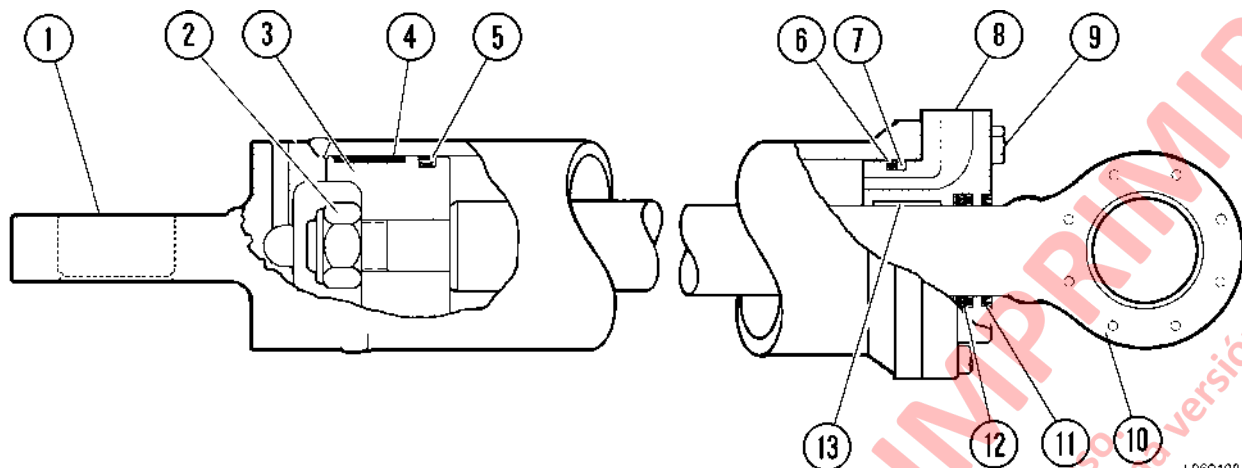

FIGURA 6-7. CONJUNTO DEL CILINDRO DE DIRECCION
1. Retire los pernos (9, Figura 6-7) y saque el vástago (10) y el casquillo (8) de la caja del cilindro (1).
2. Saque la tuerca de seguridad (2) y el pistón (3). Saque el rodamiento del pistón (4) y el sello del pistón (5).
3. Saque el vástago (10) del casquillo (8). Saque el O-ring (6) y el anillo de respaldo (7). Saque el sello del vástago (12) y el limpiador de vástago (11). Saque el rodamiento (13).
1. Monte el nuevo conjunto del sello del pistón (5, Figura 6-7) en el pistón (3) de la siguiente forma:
- b. Saque el sello del agua y ensámblelo en el pistón. **No se tome más de cinco segundos en completar este procedimiento** ya que el sello tomará un ajuste permanente. El rodamiento del pistón (4) puede ser utilizado para posicionar el sello en la ranura. Aplique presión de manera uniforme para evitar levantar el sello.
2. Monte el rodamiento (4) en la ranura del pistón.
1. Instale el nuevo rodamiento (13, Figura 6-7), el sello del vástago (12), el limpiador de vástago (11), el anillo de respaldo (7) y el O-Ring (6) en el casquillo (8).
2. Empuje el vástago (10) a través de la parte superior del casquillo. Lentamente haga avanzar la vástago por sobre el sello y el limpiador de vástago.
3. Monte el conjunto del pistón (3) en la vástago. Asegure el pistón a la vástago con tuerca de seguridad (2). Apriete la tuerca de seguridad a **3390 N.m (2500 ft.lbs.)**.
4. Con mucho cuidado monte el conjunto de vástago y casquillo en el cilindro (1). Asegúrese que el anillo de respaldo y el O-Ring no se dañen durante el montaje del casquillo.
5. Instale pernos (9). Apriete los pernos de manera uniforme a **420 N.m (310 ft. lbs.)**.